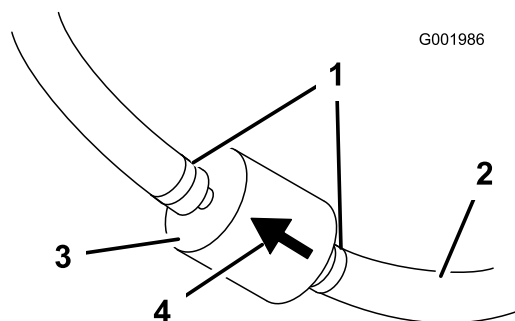

Figura 54
5. Premete le estremità delle fascette stringitubo ed allontanatele dal filtro (Figura 54).